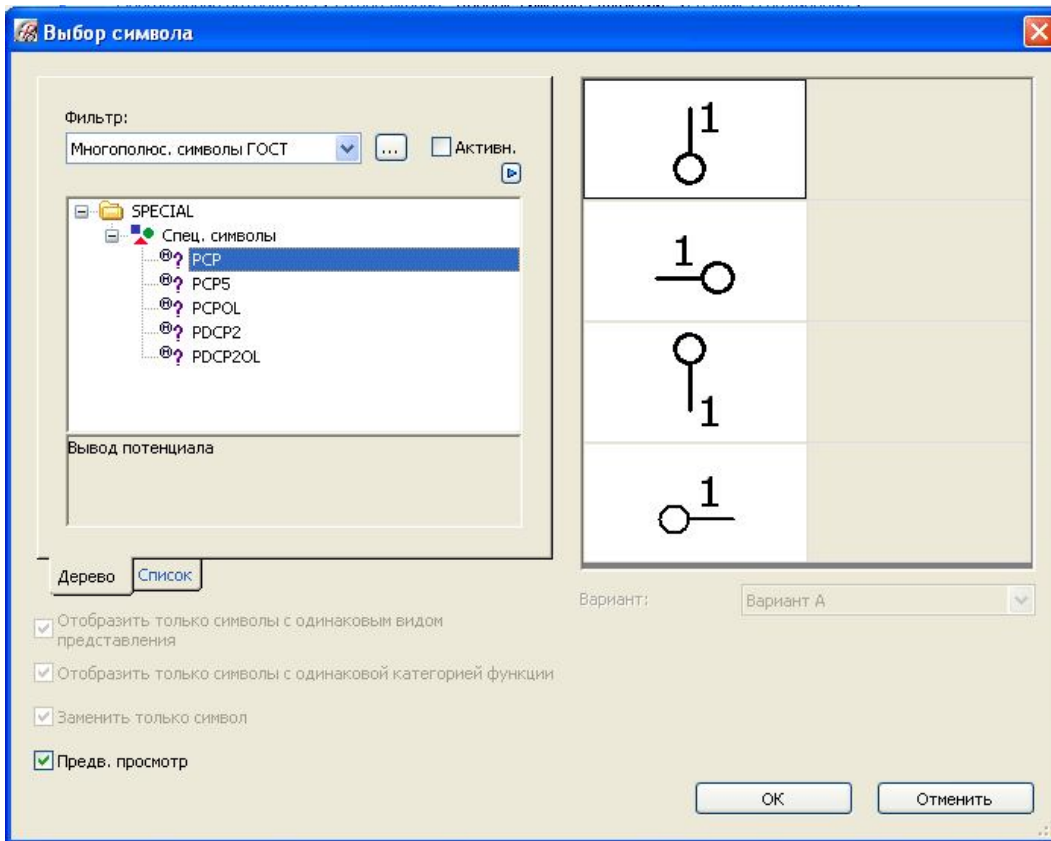

Рисунок 3.20 – Вид вікна **Выбор символа**
5. У полі **Номер/имя** клацніть по кнопці [...]. Відкриється діалогове вікно **Выбор символа** (рис. 3.20), у якому виберіть відображуваний символ приєднання потенціалу. Клацніть по кнопці **ОК** для закриття вікна **Выбор символа** й продовжуйте роботу на вкладці **Данные символа/функция** діалогового вікна **Свойства**. Розкрийте список **Вариант**: і виберіть бажаний напрямок виводу приєднуемого потенціала (A, B, C, D), який відображується у полі попереднього перегляду.